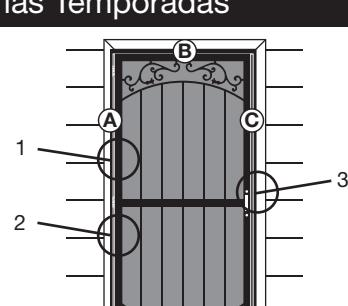

Fig. 14
Fig. 14 - Coloca la puerta en la abertura asegurándote que esté a nivel y a plomo. Con la puerta en su lugar, taladra un orificio de 1/8" aproximadamente a 1/2" (1,27 cm) de profundidad a través de cada uno de los orificios pretaladrados en las jambas de barra en z (A y B) y hacia la moldura de la puerta. Comenzando por los orificios (1-3), coloca los tornillos (L) de montaje y apriétalos.